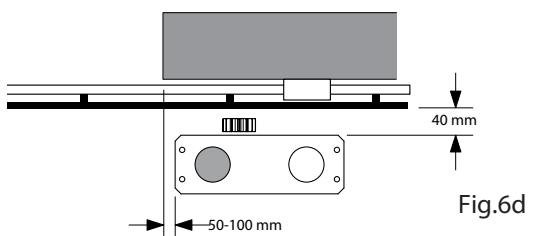

Fig.6d
- Fig.6d installatie motor aan de rechterzijde